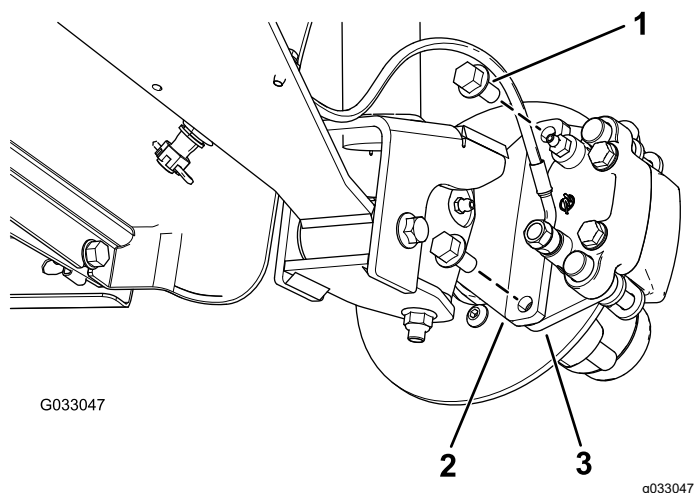
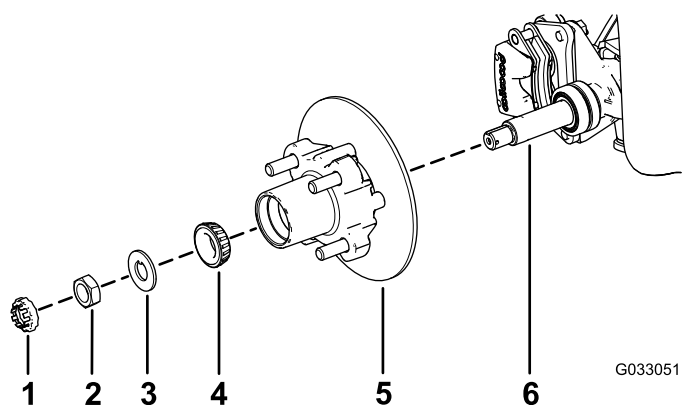

Figura 24
Figura 28
3. Retire los pernos con arandela prensada ($\frac{3}{8}$ " x $\frac{3}{4}$ ") que sujetan el soporte del conjunto de freno al eje y separe el freno del eje (Figura 24).
1. Aplique una ligera capa de grasa del tipo especificado en el eje (Figura 28).
2. Monte el cubo y el rotor en el eje con el rotor hacia dentro (Figura 28).
3. Monte el cojinete exterior en el eje y acople el cojinete al anillo de rodadura exterior (Figura 28).
4. Monte la arandela con pestaña en el eje (Figura 28).
5. Enrosque la tuerca en el eje y apriete la tuerca a 15 N·m, girando el cubo para asentar el cojinete (Figura 28).
2. Alinee las pastillas de freno en cada lado del rotor (Figura 24) y los taladros del soporte de la pinza con los taladros de montaje del freno de la mangueta (Figura 28).
3. Sujete el soporte de la pinza a la mangueta (Figura 24) usando los 2 pernos con arandela prensada ($\frac{3}{8}$ " x $\frac{3}{4}$ ").